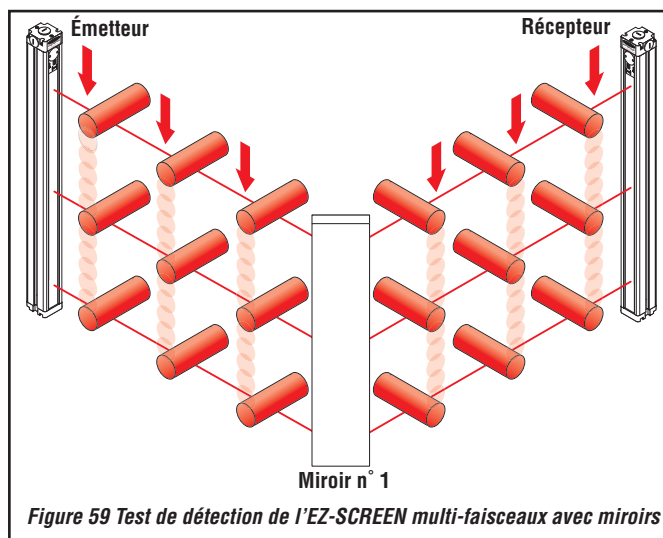

Figure 59 Test de détection de l'EZ-SCREEN multi-faisceaux avec miroirs
- 1) Tester le faisceau à trois emplacements sur chaque branche de la barrière (entre l'émetteur et le miroir et entre le miroir et le récepteur). Voir Figure 57 en page 67 pour les systèmes mono-faisceau, Figure 58 en page 67 pour les systèmes mono-faisceau avec ACCESS-GUARD ou Figure 59 en page 68 pour les systèmes multi-faisceaux.